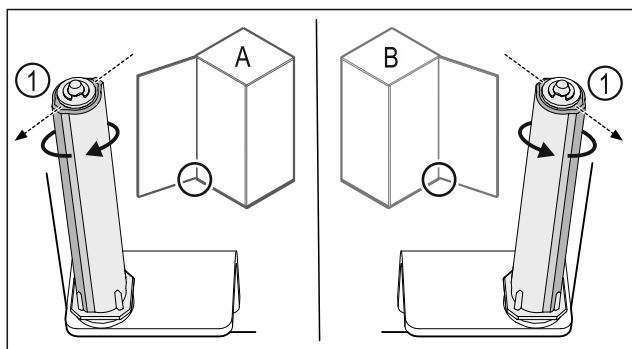

Fig. 43 Links scharnierend (A) / rechts scharnierend (B)
- Sluitsysteem tegen de weerstand in draaien tot het schot van het sluitsysteem Fig. 43 (1) naar buiten wijst.